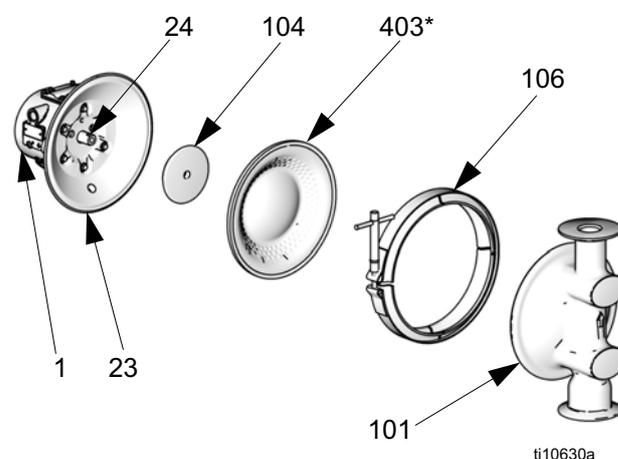

Рис. 12
3. Снимите фиксаторы (106), с помощью которых крышки (103) жидкостной секции крепятся к крышкам (23) воздушной секции. Снимите крышки (101) блока подачи жидкости с насоса. См. Рис. 12.
5. Мембраны собирают и затягивают вручную. Для ослабления крепко возьмите обе мембраны за наружные края и поверните против часовой стрелки. Это освободит один мембранный блок, а другой останется прикрепленным к валу. Снимите освобожденную мембрану (403) и пластину (104) мембраны со стороны воздушной секции.
6. Извлеките противоположный узел мембраны и вал (24) из центрального корпуса (1). Зафиксируйте специальные грани вала с помощью ключа 19 мм с открытым зевом, а затем снимите с вала мембрану и пластину блока подачи воздуха.
7. Проверьте мембранный вал (24) и убедитесь в отсутствии признаков износа или царапин. В